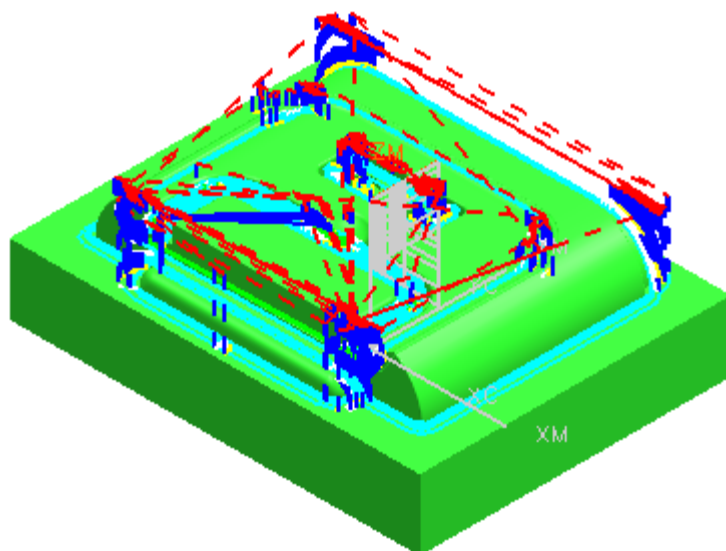

图 9-73
- 单击 ，生成如图 9-73 所示的刀轨，单击 O K 确认。